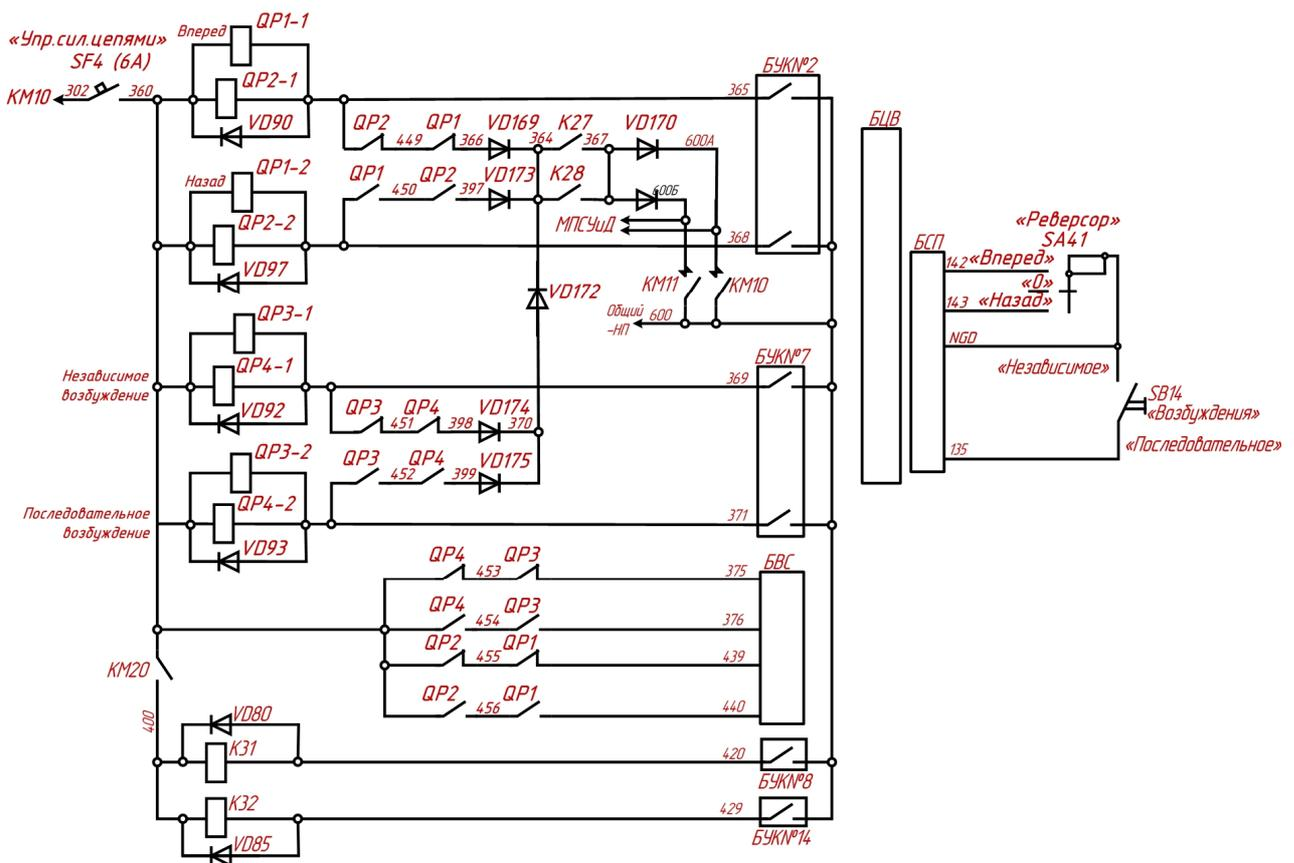
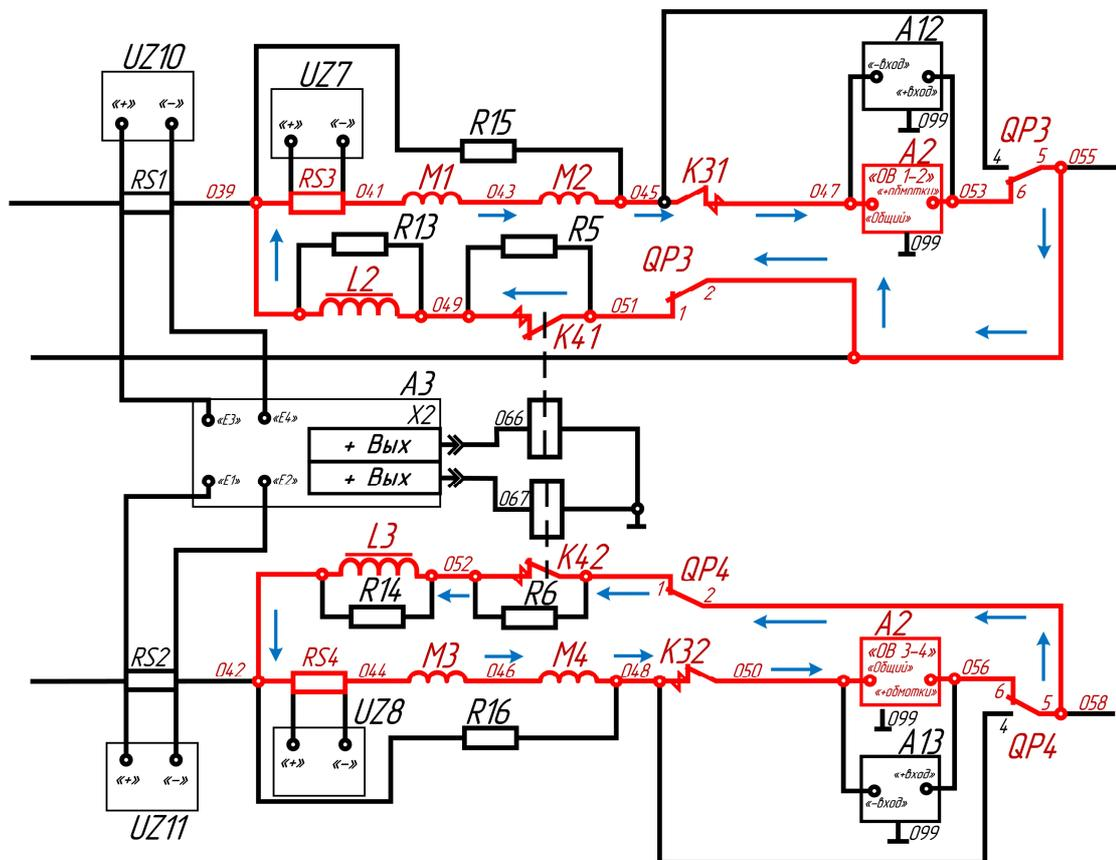

Рисунок 2.3 – Цепи управления реверсорами, режимными переключателями и линейными контакторам К31 и К32
Рисунок 2.4 – Цепи питания обмоток возбуждения одной секции на электровозах до № 113
При переводе переключателя SA41 «Реверсор» в положение «Вперед», сигнал по цепи 142 поступает в БСП (рисунок 2.3) и далее в МПСУИД и при отсутствии от ДПС сигнала о скорости движения электровоза более 5 км/ч, в межсекционную линию связи задается команда «Вперед».
параллельно включенные катушки QR3-1 и QR4-1, провод 369, БУК №7, общий минусовой провод 600. Режимные переключатели QR3 и QR4 переключаются в положение «Независимое положение». БУК №8 создает цепь (рисунок 2.3) питания катушек линейных контакторов К31 (если не отключены 1 и 2 ТЭД), а БУК №14 линейному контактору К32 (если не отключены 3 и 4 ТЭД). Включившись, контакторы К31 и К32 подключают обмотки возбуждения тяговых двигателей к управляемым выпрямителям А2 (А7 и А8 – для схем электровозов до 027), которые входят в состав СТПр-1000 преобразователя собственных нужд.
При сборе моторного режима или электрического торможения включаются МПСУиД дает команду на включение БУК №8 линейного контактора К31, а БУК №14 – К32 (рисунок 2.3). При этом образуется цепь питания обмоток возбуждения тяговых двигателей (рисунок 2.4):
- на всех секциях от провода 439 (440) в БВС есть сигнал (рисунок 2.3) об установке реверсоров в положение «Вперед» («Назад»);
- на всех секциях от провода 375 (376) в БВС есть сигнал об установке режимных переключателей в положение «Независимое» («Последовательное»);